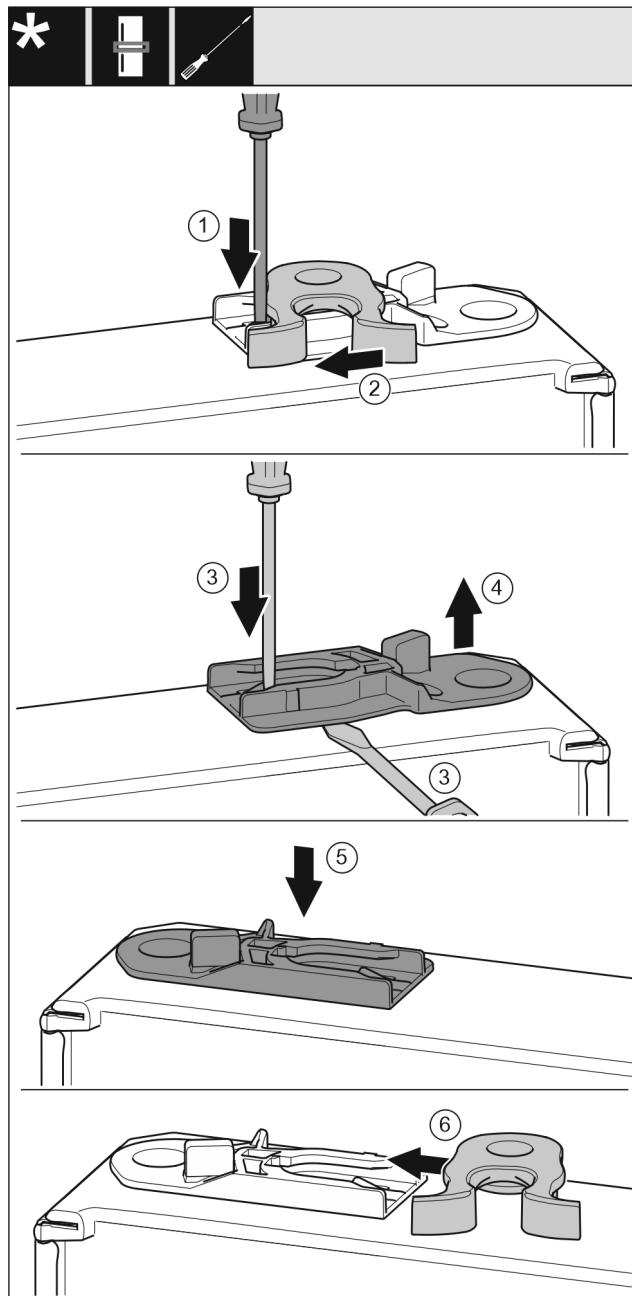

Fig. 19
- Apăsați în jos eclisa Fig. 19 (1) cu șurubelnița plată.
- Trageți cârligul de închidere Fig. 19 (2) din ghidaj.
- Scoateți bucșa de ghidaj Fig. 19 (3, 4): Apăsați eclisa cu șurubelnița plată și, concomitent, duceți-o cu șurubelnița plată sub bucșa de ghidaj.
- Împingeți bucșa de ghidaj Fig. 19 (5) atașată în pachetul de livrare pe altă parte a carcasei.
- Împingeți cârligul de închidere Fig. 19 (6) în ghidaj.